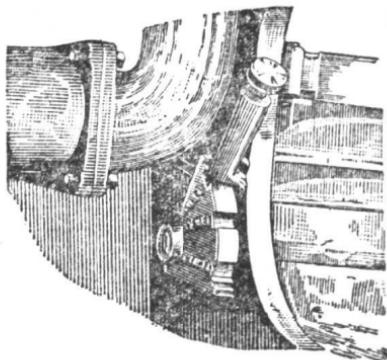

图8 减压杆放在“工作”位置
19. 当起动发动机刚开始以正常速度转动柴油机后，立即把减压杆放到中间位置，然后再放到“工作”位置（图 8）。